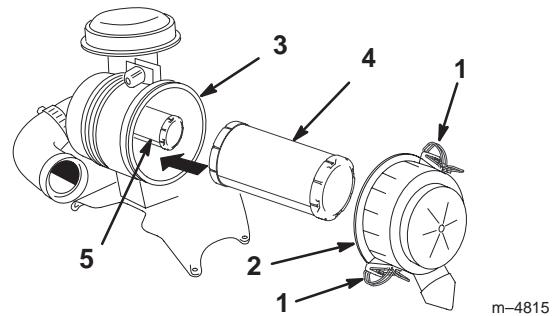

Figure 30
- Ouvrez les dispositifs de verrouillage du filtre et ôtez le couvercle du corps du filtre (Fig. 30).
- Sortez l'élément primaire du corps du filtre avec précaution (Fig. 30). Evitez de cogner l'élément à l'intérieur du corps. N'enlevez pas l'élément de sécurité, sauf si vous voulez le remplacer également.
- Si vous remplacez l'élément de sécurité, insérez-le avec précaution dans le corps du filtre (Fig. 30).
- Installez ensuite l'élément primaire sur l'élément de sécurité avec les mêmes précautions (Fig. 30). Assurez-vous qu'il est bien engagé en appuyant sur le rebord extérieur de l'élément que vous installez.
- Reposez le couvercle, le côté portant l'inscription UP étant tourné vers le haut, et fermez les dispositifs de verrouillage (Fig. 30).